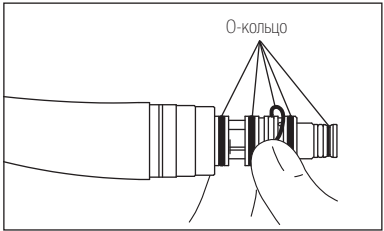

Рис. 12
- 2) Вручную аккуратно отсоедините все О-кольца (Рис. 12).